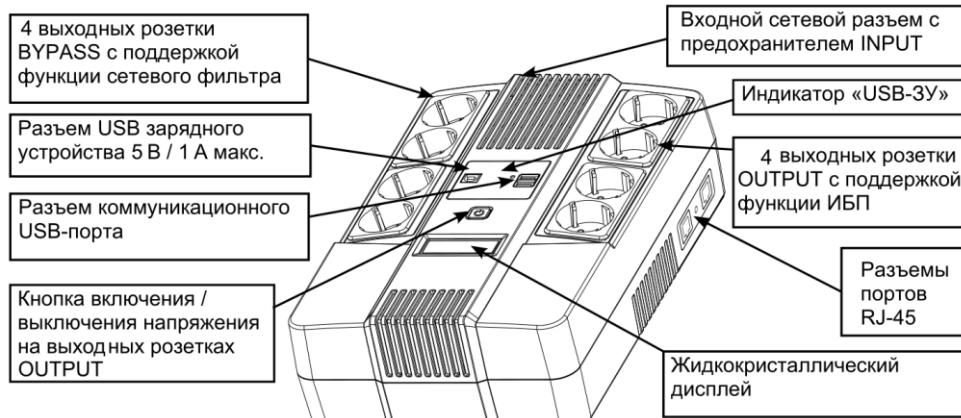

Рисунок 1 — Общий вид изделия спереди
- возможность оперативного выключения/включения напряжения на выходах с функцией ИБП кнопкой, размещенной на передней панели (см. рисунок 1);
Универсальное исполнение корпуса предусматривает возможность размещения изделия как на горизонтальной, так и на вертикальной поверхности (настенный монтаж, см. рисунок 1).
Источник имеет (см. рисунок 1):
После подключения изделия к источнику сетевого напряжения (см. раздел УСТАНОВКА И ПОДКЛЮЧЕНИЕ) включается индикатор «USB-3У» (см. рисунок 1), на выходных розетках BYPASS (с функцией сетевого фильтра) появляется выходное напряжение, изделие осуществляет заряд встроенной АКБ, зарядное устройство USB активно.
Включение ИБП осуществляется кнопкой  (см. рисунок 1). После включения, в течение некоторого времени тестируется состояние входного сетевого напряжения, звучит длинный звуковой сигнал, все индикаторы светятся. Если уровень сетевого напряжения находится в допустимом диапазоне, изделие подаёт выходное напряжение на розетки OUTPUT, символы режима работы от АКБ и режима неисправности гаснут, символ режима работы от сети остаётся включённым. В противном случае ИБП включается в режим питания от АКБ (режим «РЕЗЕРВ»), символ режима работы от сети гаснет, а символ режима работы от АКБ остаётся включённым. Зарядное устройство USB остаётся активным.
Подключение изделия следует выполнять при отключённом сетевом напряжении питания в следующей последовательности (см. рисунок 1):